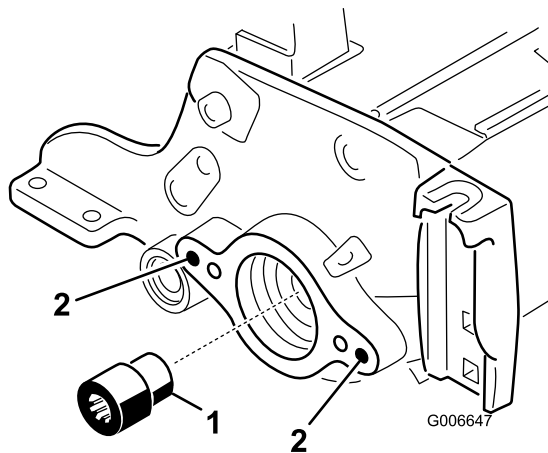

Figura 7
cilindro dell'albero del cilindro (Figura 7). Utilizzate l'utensile per l'albero di trasmissione del cilindro, Pezzo TOR4112 sui modelli 03665 e 03666 e l'utensile per l'albero di trasmissione del cilindro Pezzo TOR4074 sui modelli 03685 e 03686. Togliete tutto il grasso dal foro filettato in cui si trovava l'inserto scanalato.
13. Montate il nuovo inserto scanalato (più lungo) sull'albero del cilindro (Figura 7). Prima di montare l'inserto, spalmate del Loctite blu sui filetti. Serrate a 116-129 Nm.
15. Usate la punta da 3/8-16 per togliere la vernice dai fori di fissaggio esterni delle piastre sinistra e destra (Figura 7).